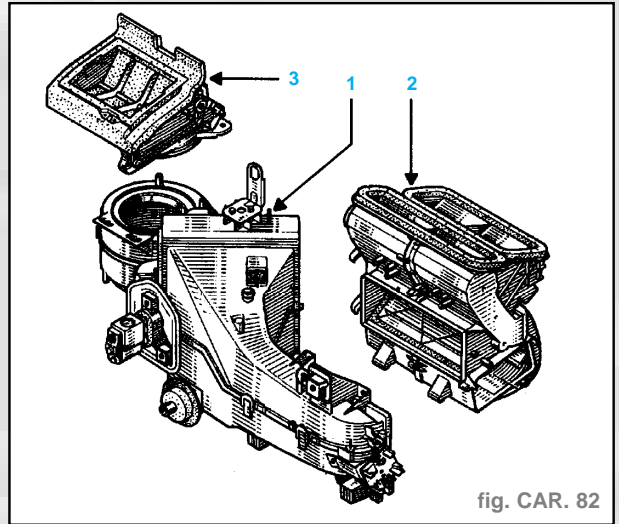

fig. CAR. 82
- Sortir l'ensemble climatiseur et séparer le bloc évaporateur (**1**) du boîtier répartiteur (**2**) et du boîtier d'entrée d'air (**3**) (fig. CAR. 82).